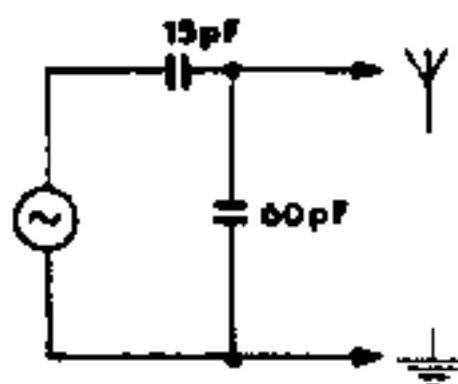

Fig. 6
- 2 Voer de signalen toe aan punt \diamond via een kunstantenne, zie fig. 6.
- 2 Appliquer les signaux au point \diamond à travers l'antenne factice, voir fig. 6.